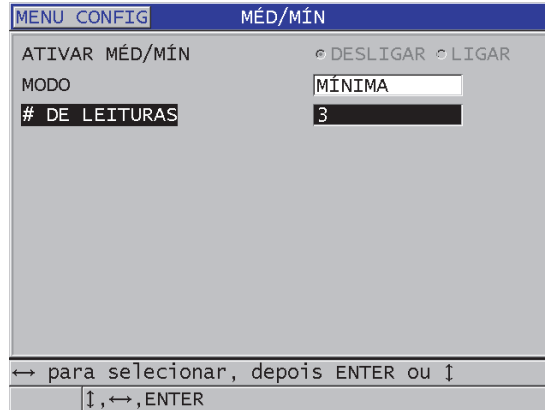

Figura 10-16 Abrir a caixa de diálogo MÉD/MÍN
3. Na tela **MÉD/MÍN** (veja Figura 10-16 na página 171):